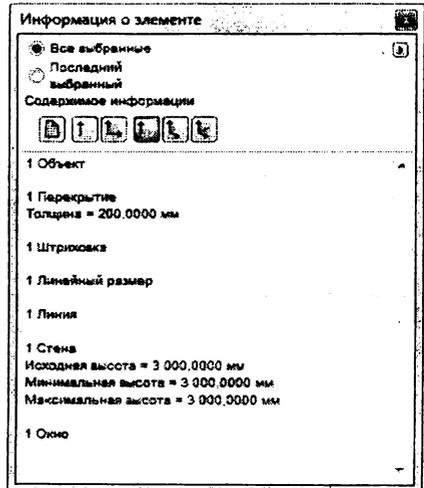

Рисунок 84
5. Нажата четвертая кнопка (рис. 84) – выводятся высоты или толщины (по вертикали) элементов.